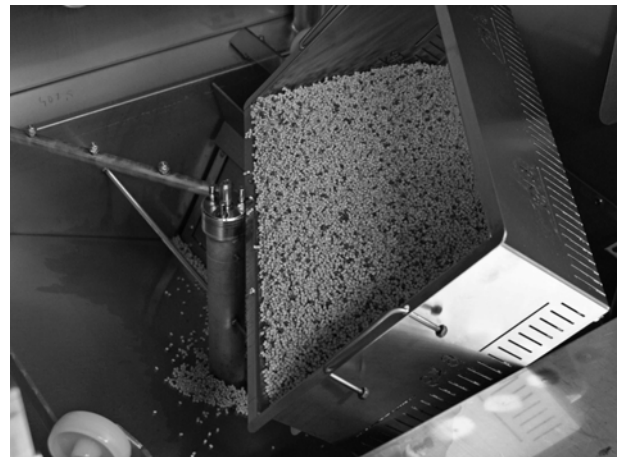

Abbildung 1: Granulat in den Spültank
1. Den Granulatkollektor mit PowerGranules in den Spültank leeren. Das Tankgitter herausnehmen (Abbildung 1 Granulat in den Spültank).